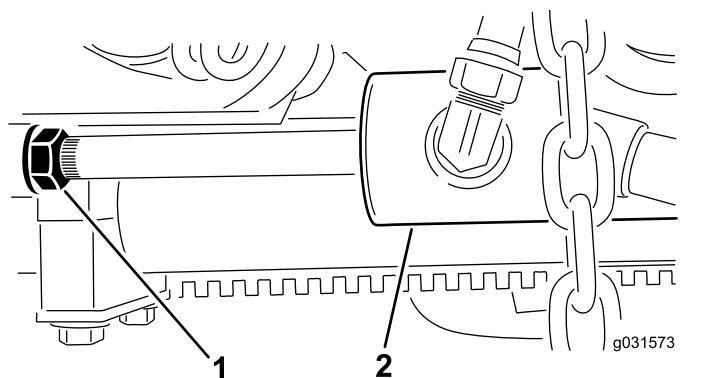

Figura 14
- Solte a porca de bloqueio no cilindro (Figura 14).